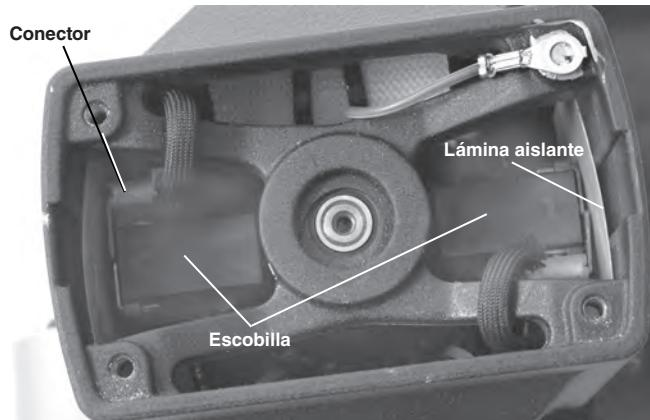

Figura 27 – Colocación de las escobillas – sin la tapa del motor
3. Con un par de alicates, jale hacia afuera las escobillas, en línea recta. Desconecte el conector. Vea la Figura 27.